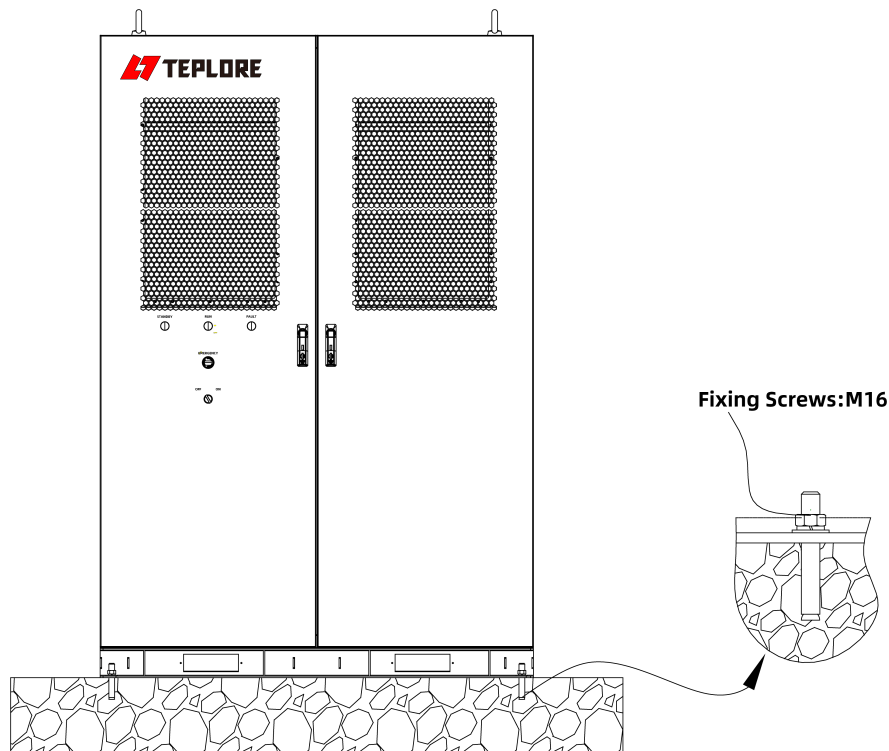

Figura 6-1: Atornillar el gabinete
2. Asegure el equipo en las cuatro esquinas inferiores con sujetadores M16, como se muestra en la Figura 6-1.